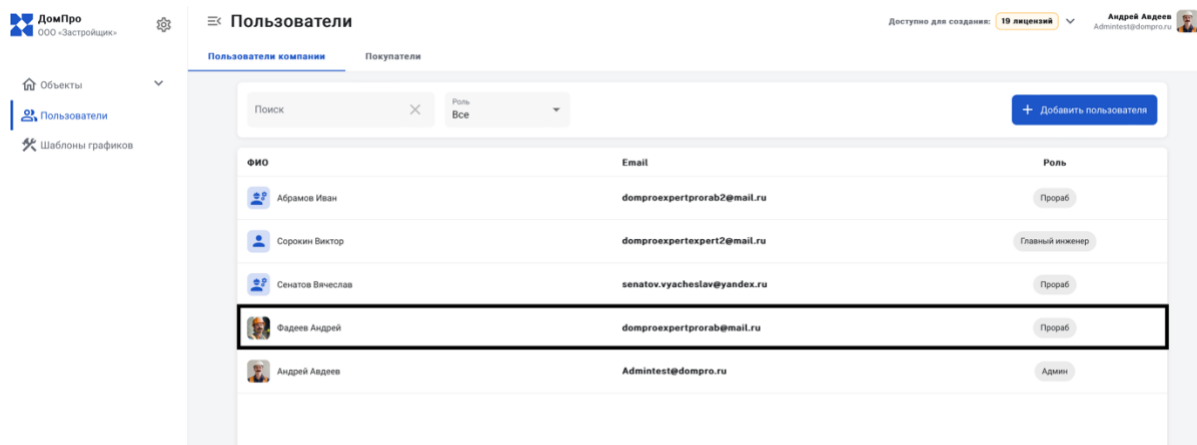

Рисунок 9 - Отображение пользователей в систему
После заполнения всех обязательных полей и выбора роли необходимо нажать «добавить пользователя» (6). Далее добавленный пользователь отразится в окне Рисунок 9.